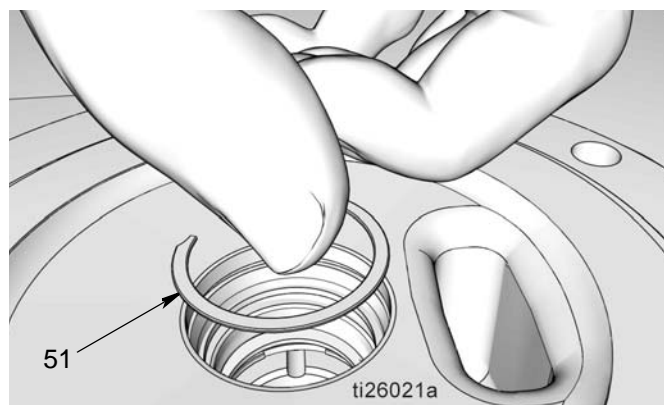

Рис. 35
- f. Установите поддерживающий зажим (51) (Рис. 35). Вы должны услышать «щелчок», если поддерживающий зажим правильно посажен в пазу.
- g. Установите распорную деталь (12) (Рис. 35).